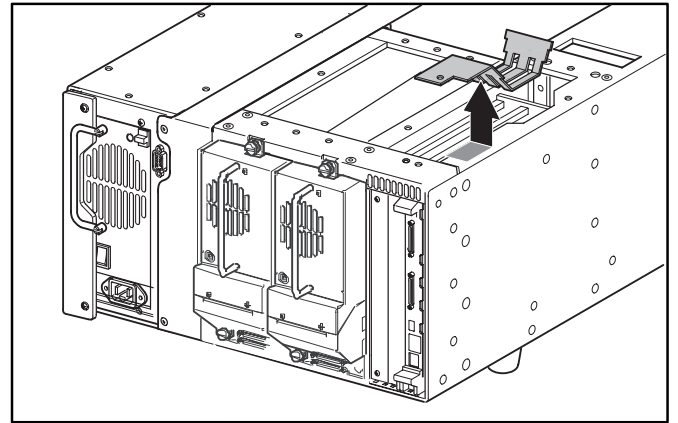

Figure 3 : Retrait du déflecteur
7. Retirez la plaque du déflecteur de refroidissement et mettez-la de côté. Reportez-vous à la figure 3.